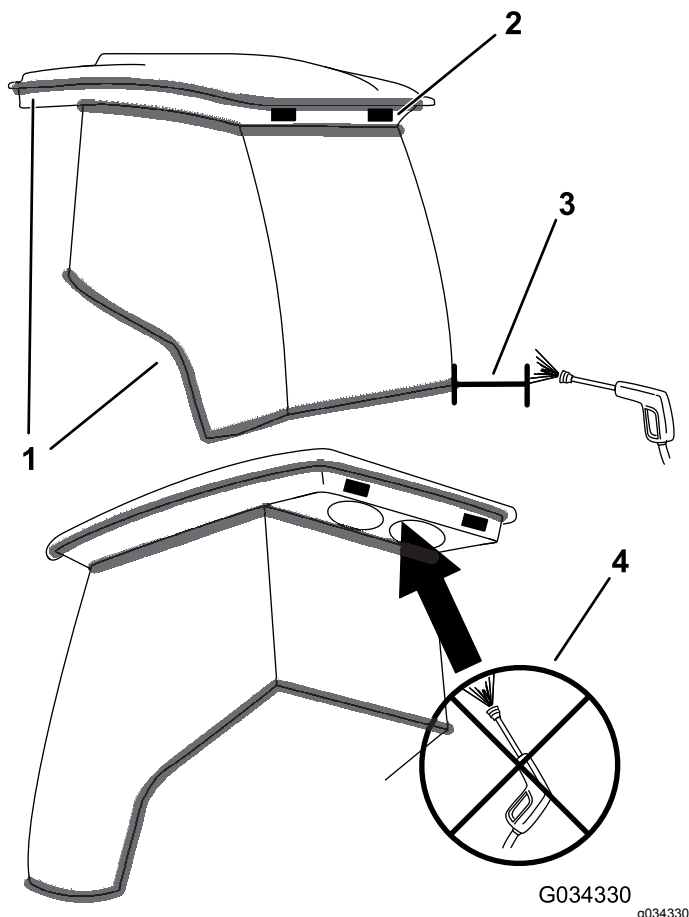

Figure 83
**Important:** Faites attention près des joints et des éclairages de la cabine (Figure 83). Si vous utilisez un jet haute pression pour le nettoyage, maintenez-le à au moins de 0,6 m (2 pi) de la machine. Ne dirigez pas le jet haute pression directement sur les joints et les éclairages de la cabine ou sous le surplomb arrière.